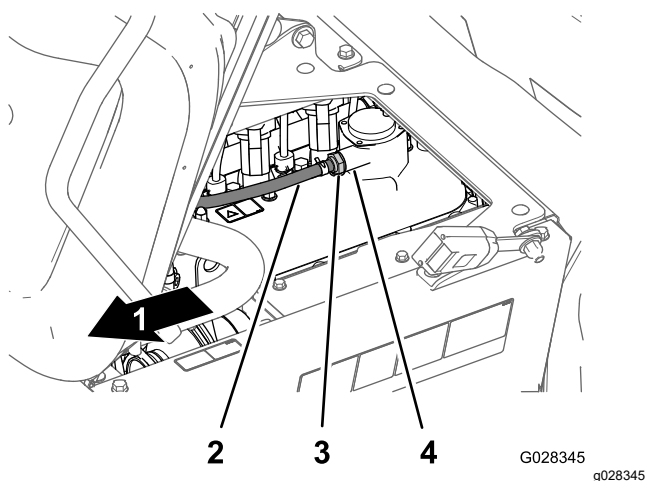

Figure 69
4. Insérez le clapet PCV jusqu'à ce qu'il soit complètement engagé dans le joint du raccord du couvre-culasse (Figure 69).
2. Déposez le clapet PCV du raccord sur le couvre-culasse (Figure 69).
Remarque: Si l'ajutage interne du clapet PCV cliquète, alors le clapet est réparable ; dans le cas contraire, remplacez le clapet (Figure 69).